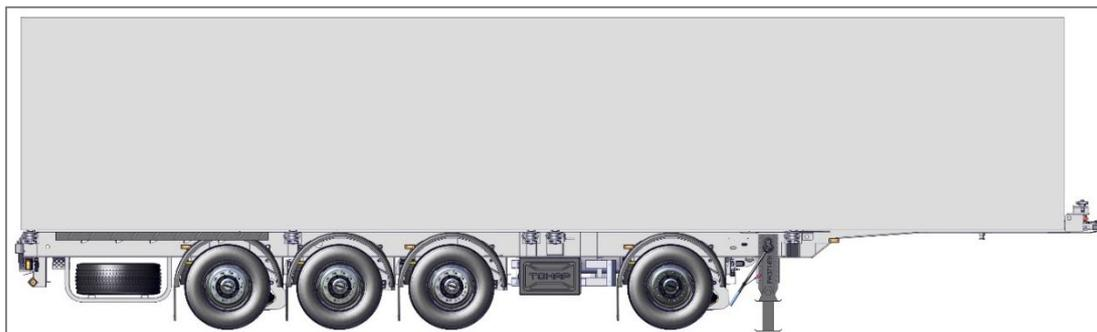

Рис. 41.3. Один контейнер 40"
4. Один контейнер 40" (рис. 41.3)
Запрещается погрузка и перевозка контейнеров другими способами кроме тех, которые указаны выше (рис.41... рис.41.3).